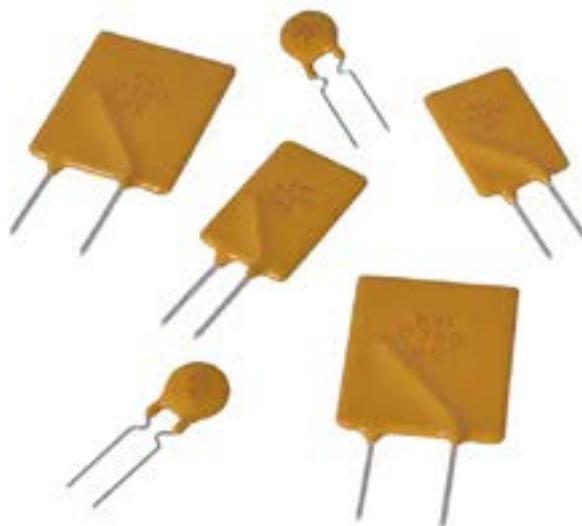

Figura 2. Los PPTC con plomo radial OZRS tienen una capacidad nominal de 32 voltios de CC y hasta 10 A. (Fuente de la imagen: Bel Fuse).
- Los PPTC con cable radial 0ZRS tienen una capacidad nominal de 500 mA a 10 A con una tensión máxima de 32 VCC, y una potencia típica de 0.9 a 7.0 W (Figura 2). Por ejemplo, el 0ZRS0100FF1E tiene una corriente de disparo de 1.9 A, una corriente de mantenimiento de 1.0 A y una potencia nominal de 1.4 W.